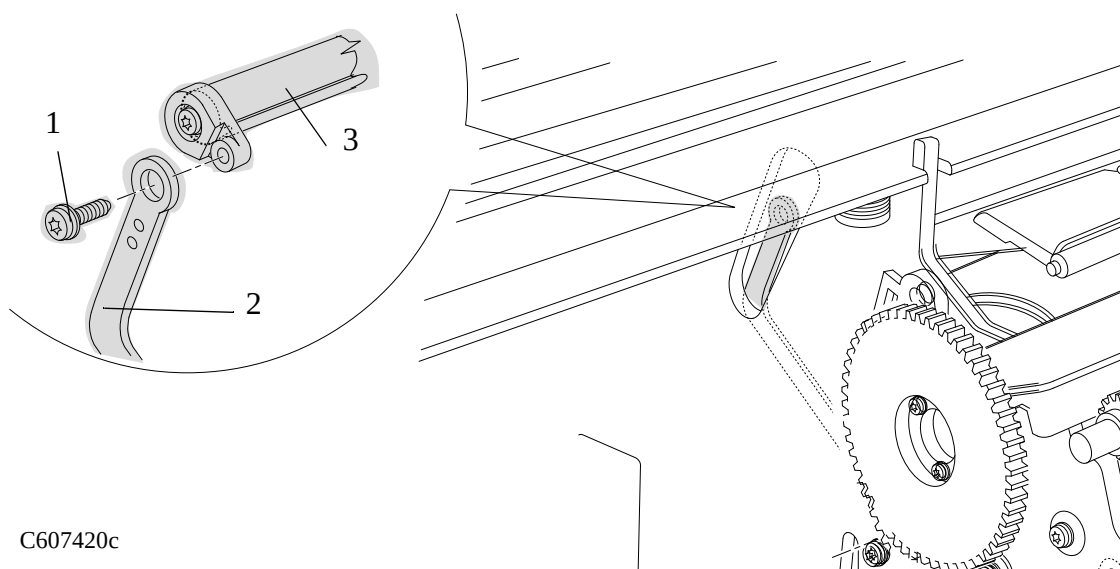
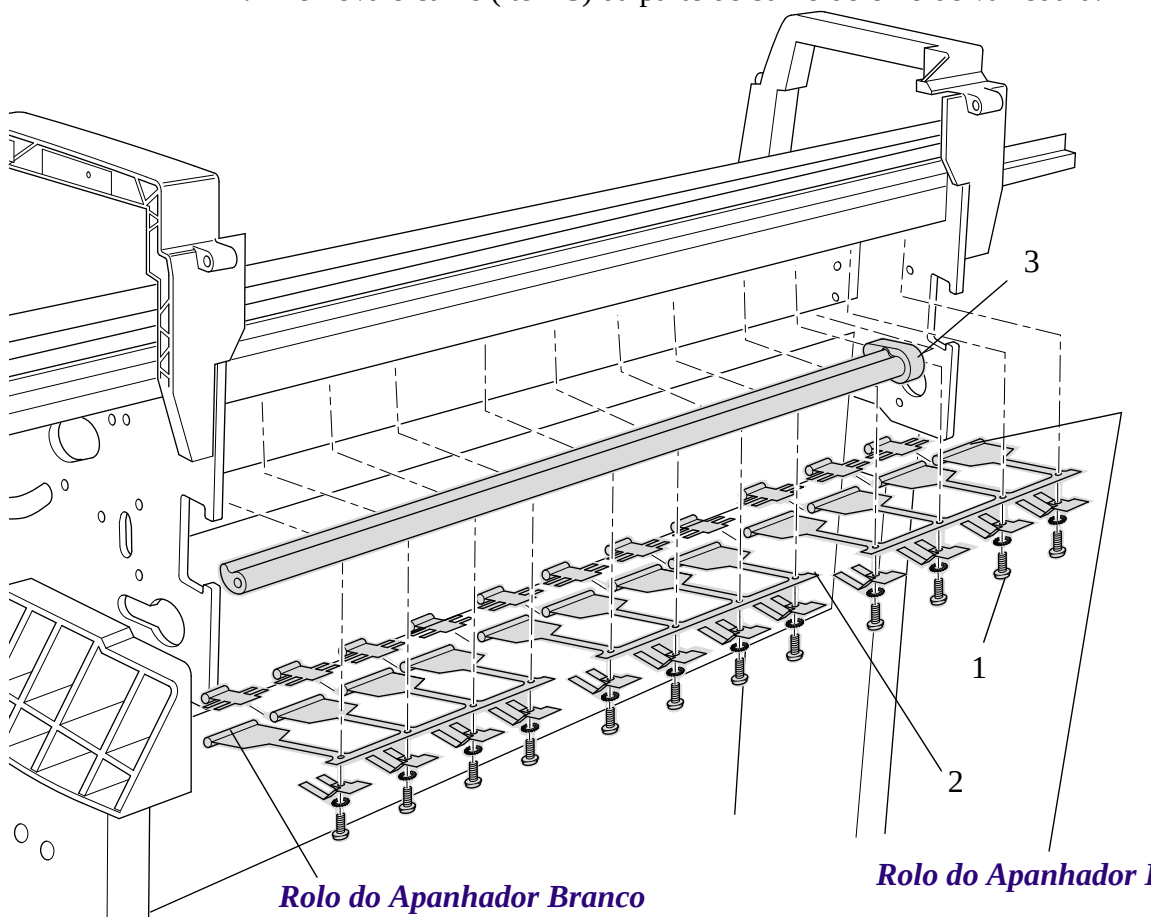

Figura 81: Came da roda de compressão
Figura 82: Conjuntos do braço do apanhador e came
Consulte a Figura 81 e a Figura 82.
2. Remova o parafuso T-10 (item 1) que prende a haste de articulação (item 2) ao came da roda de compressão (pinch wheel) (item 3) (consulte a Figura 81).
NOTA Para os passos 3 e 4, consulte a Figura 82.